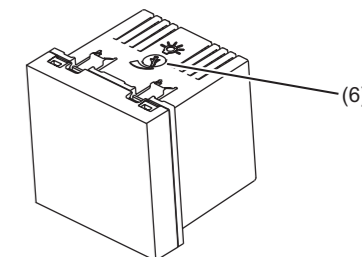

Figure 6 : réglage de la luminosité
- Retirer l'enjoliveur (5) de la bague support.
- Retirer la plaque de recouvrement (2).
- Extraire le mécanisme (1) de la boîte d'encastrement.
- Régler le potentiomètre (6) (figure 6).
- Positionner la plaque de recouvrement (2) au-dessus de la bague support du mécanisme (6).
- Enclencher l'enjoliveur (5).